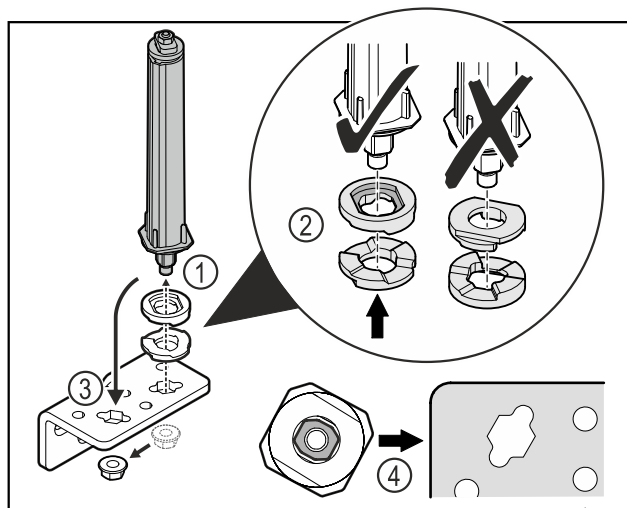

Fig. 20
- Løsn møtrikken, og fjern dørlukkesystemet Fig. 20 (1).
- Vær opmærksom på, at højdeindstillingsskiverne vender korrekt Fig. 20 (2).
- Flyt lukkesystemet i hængselvinklen, og fastgør med møtrikken Fig. 20 (3).
- Vær opmærksom på, at dørlukkesystemet vender korrekt, når det sættes i Fig. 20 (4).